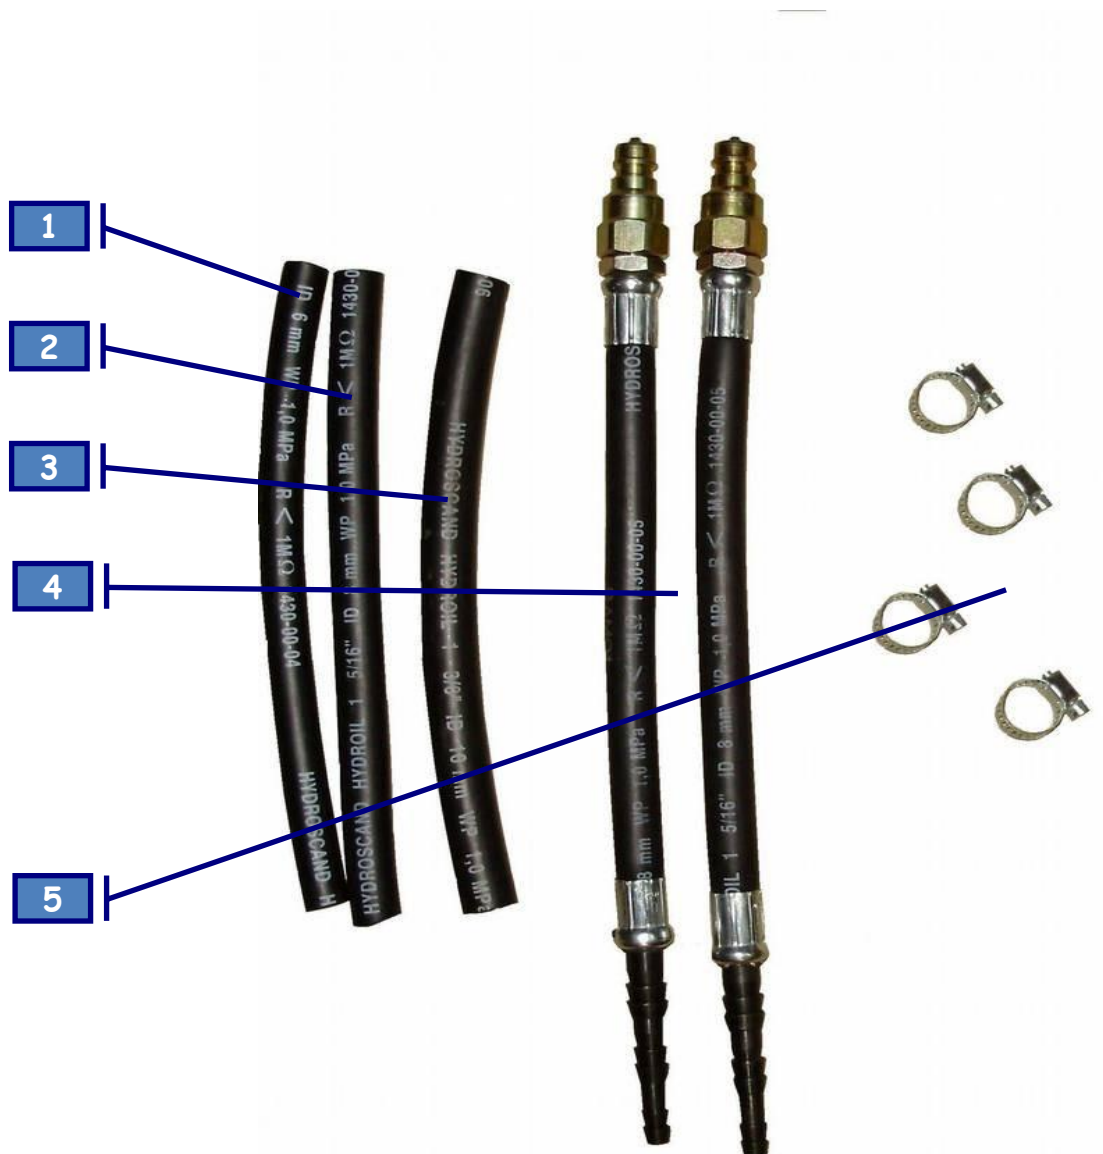

Рис. 1
- 4, 5 - БРС (Быстро Разъемное Соединение) для подключения к АКПП через адаптеры (п.4 рис.1).
- 8- Адаптеры для подключения установки (п.4 рис.1)
2. В образовавшийся разрыв подсоединить Универсальные адаптеры (п.4 рис.1).
3. Соединения закрепить хомутами (п.5 рис.1).